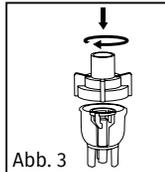

Abb. 3
5. Drehen Sie das Oberteil vorsichtig im Uhrzeigersinn, um die Verneblerkammer wieder zusammenzubauen. Stellen Sie sicher, dass die beiden Teile richtig zusammengebaut sind (Abbildung 3).